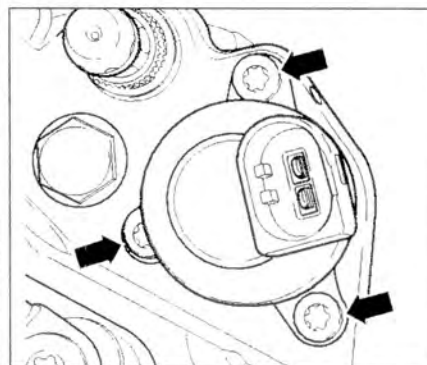

Рис. 4А.7. Открутите болты (стрелки) и снимите клапан регулировки давления топлива.
2. Открутите болты (стрелки) и снимите клапан регулировки давления топлива (рис. 4А.7).